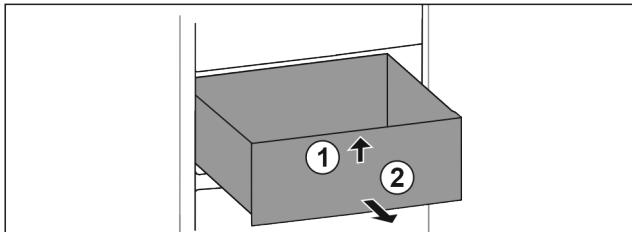

Fig. 26
- Підняти висувний ящик спереду. Fig. 26 (1)
- Вийняти висувний ящик рухом вперед. Fig. 26 (2)